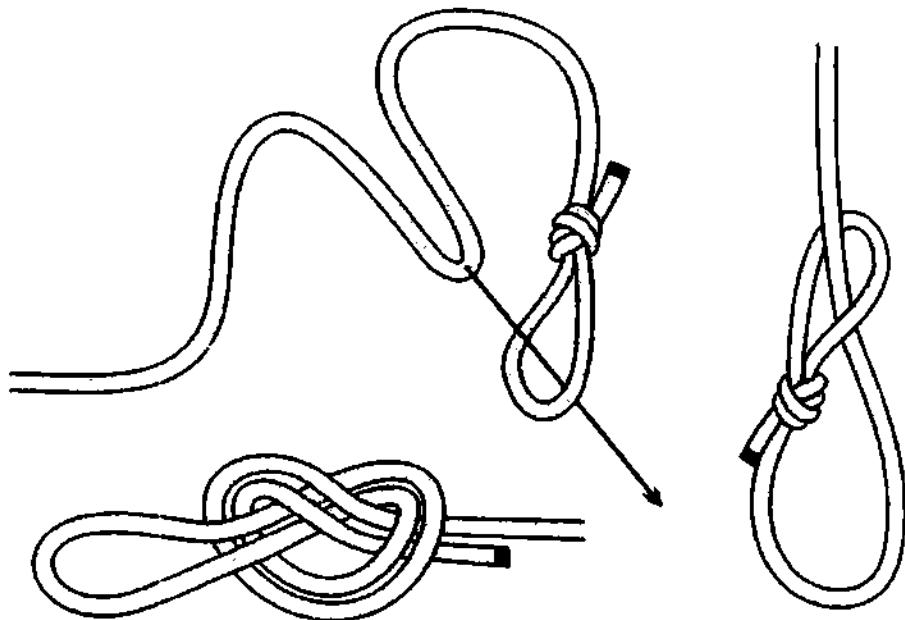

Рис. 351. Скользящая дубовая петля.
**Скользящая дубовая петля** такой же широко распространённый узел, как и **скользящий булинь**. **Скользящая дубовая петля** применяется в тех же случаях, что и **скользящий булинь** (рис. 351). В отличие от **скользящего булиння**, **скользящая дубовая петля** может быть завязана даже на середине верёвки.